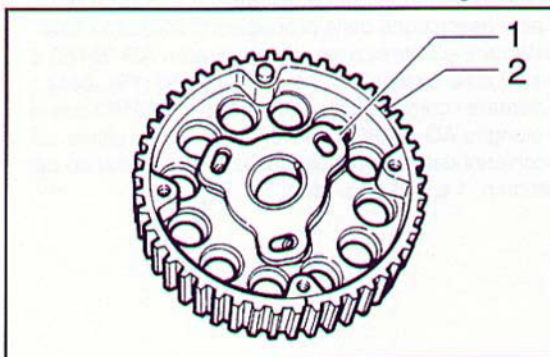

Fig. 279 ▼
- montare le pulegge distribuzione sui mozzetti asolati, fissando provvisoriamente i mozzetti stessi con le viti in posizione centrata rispetto alle asole (Fig. 279);
- fit the timing pulleys on the slotted hubs, temporarily securing the hubs with the screws in the centre of the slots (Fig. 279);